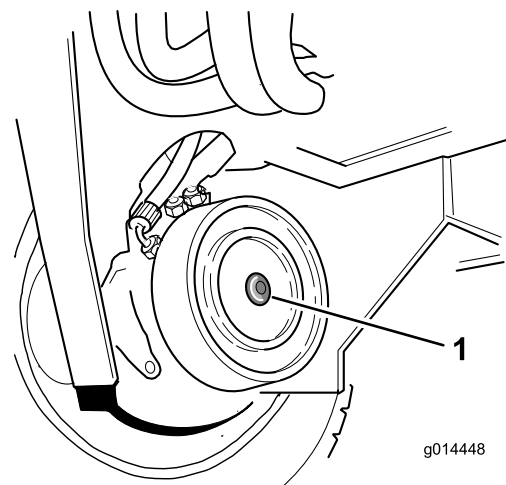

Figura 45
2. Identifique el disco de freno de la rueda delantera derecha y retire el tapón hexagonal (Figura 45).